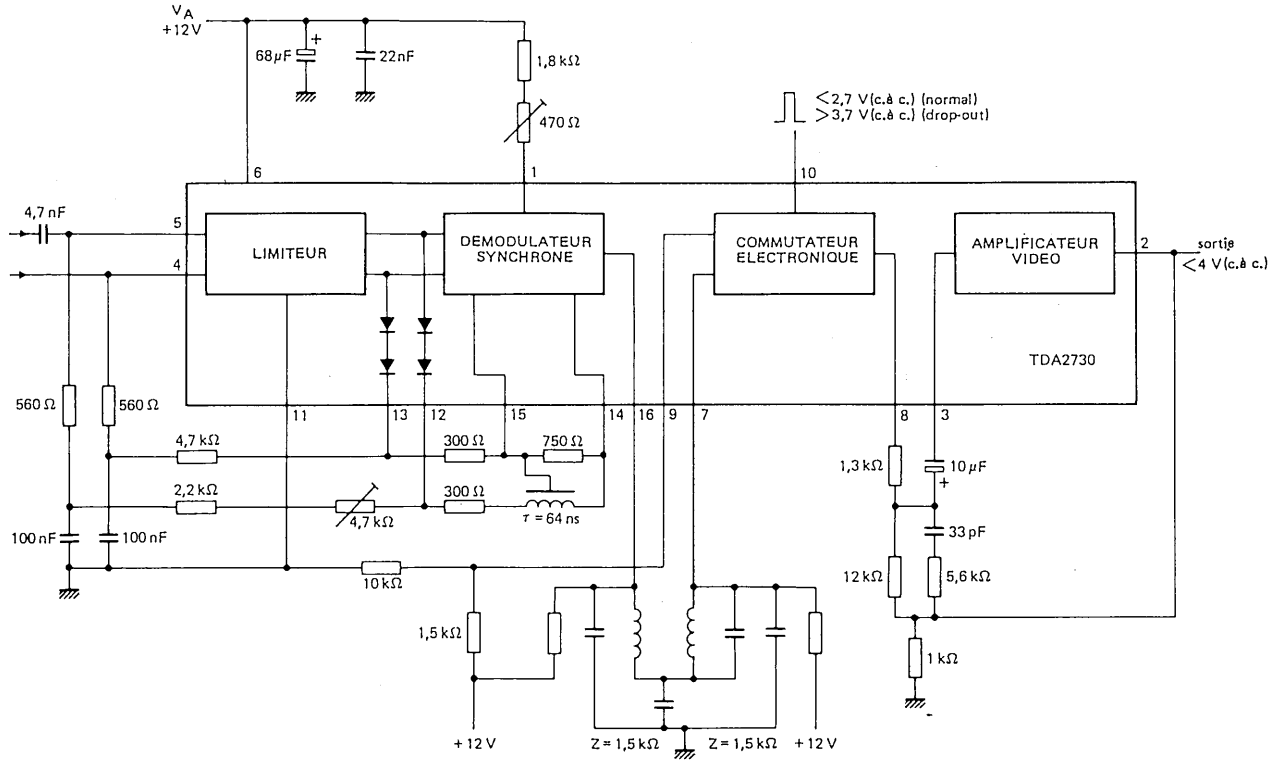
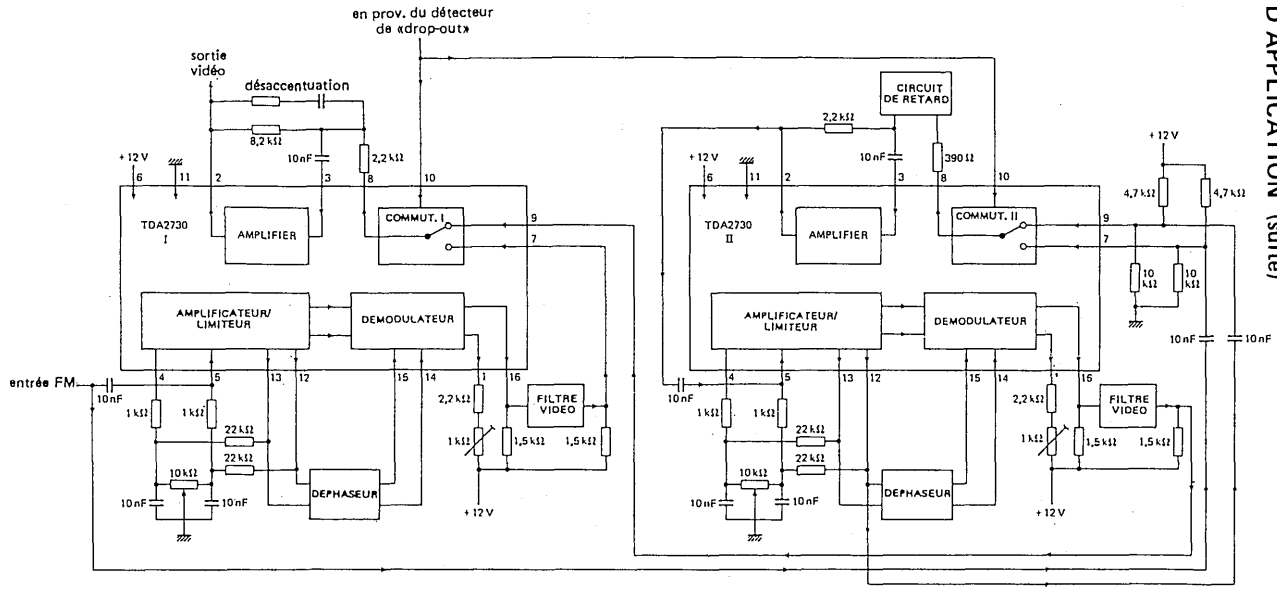

Fig. 1 Circuit de mesure
Fig. 2 Suppresseur de «drop-out»
**CARACTERISTIQUES** mesurées sur le circuit de la page 7 (Fig. 1)
Le gain de l'amplificateur est déterminé par le circuit de contre-réaction constitué par les impédances comprises entre les bornes 2 et 3 et les bornes 8 et 3. Les valeurs citées s'appliquent au circuit de la page 7 (Fig. 1)
Un signal d'amplitude maximale 4 V crête-à-crête est disponible à cette borne (Fig. 1). Il peut s'agir du signal vidéo (Fig. 1) ou du signal FM transmis à la ligne à retard (élimination des «drop out» ; Fig. 2).
Le signal appliqué à cette borne est le signal de sortie du démodulateur ou le signal FM modulé (Fig. 2).
Avec les valeurs des composants de la Fig. 1 et une valeur  $f = 1,4$  MHz, on obtient à la borne 16 un signal de valeur typique 540 mV.